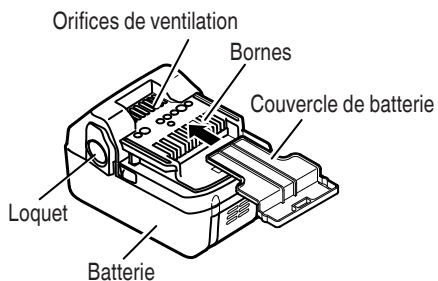

Fig. 2
- **Soit ranger le bloc de pile avec l'outil électrique ou de manière sécuritaire en l'enfonçant dans le couvercle jusqu'à ce que les orifices de ventilation soient dissimulés afin d'éviter les courts-circuits. (Voir la Fig. 2)**